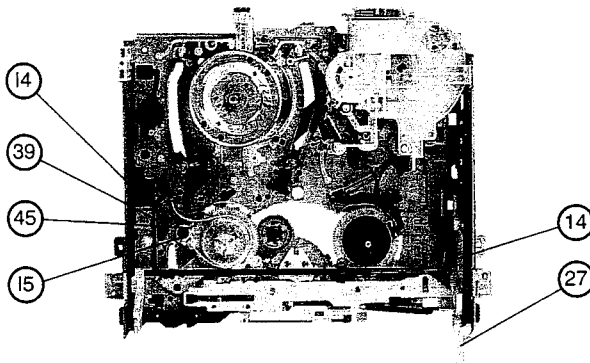

fig. 7
- Den Hebel der Kassettenträgerklappe (27) einsetzen, Abb. 7.
## 2) AUSTAUSCH DES BANDZUGARMS: (Abb. 7 und 8)
## 2) REPLACEMENT OF THE TAPE BACK TENSION ARM (fig. 7 and 8)